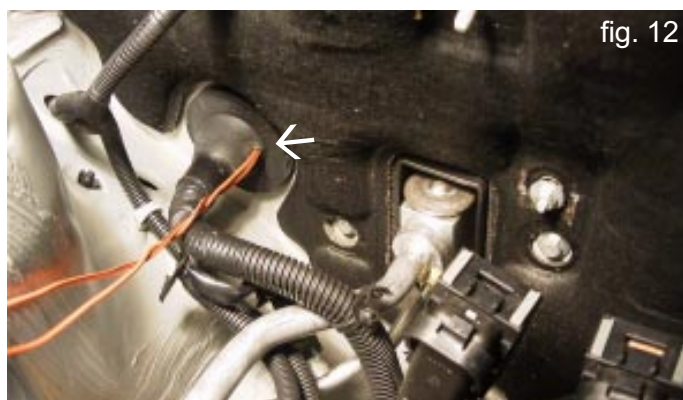

fig. 12
1. Kabeldoorvoer. Voer de draadbundel t.b.v. de schakelaar door een doorvoerrubber rechts in het schutbord vanuit de motorruimte naar het interieur. Zie fig.12.